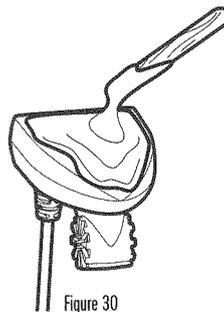

Figure 30
4. Mélangez lentement et complètement une quantité suffisante d'adhésif époxyde en deux parties. Évitez de piéger des bulles d'air dans le mélange (Figure 30).